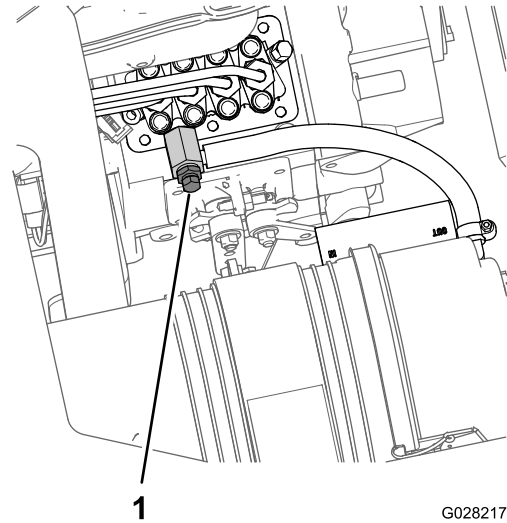

Figura 80
8. Coloque un recipiente de vaciado debajo de la parte del motor donde está situada la bomba de inyección de combustible (Figura 80).
9. Abra el tornillo de purga de aire de la bomba de inyección de combustible (Figura 80).
11. Deje la llave en posición de CONECTADO hasta que fluya una corriente continua de combustible alrededor del tornillo de purga (Figura 80).
12. Apriete el tornillo de purga (Figura 80) y gire la llave a DESCONECTADO.